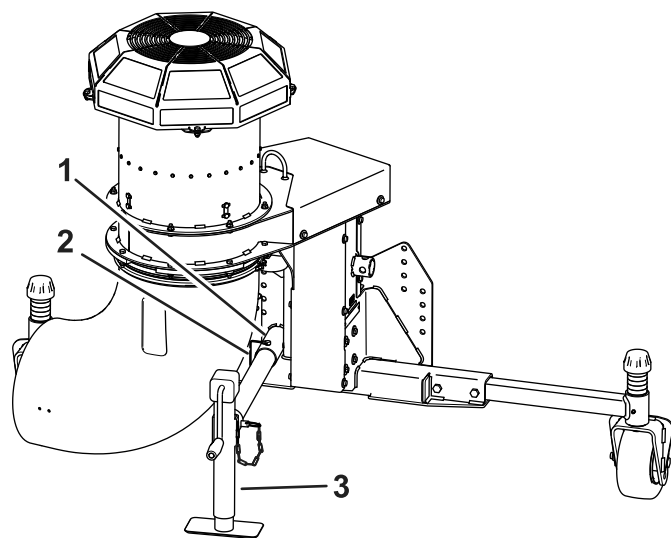

図 8
10. ジャッキスタンドのチューブをフレームのチューブを差し込み、取り付け穴をそろえ、スナップピンで固定する図 8。